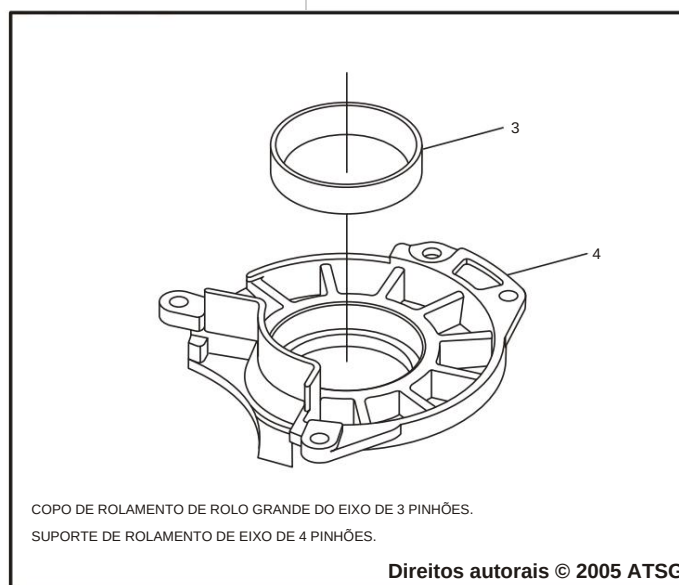

Figura 66
4. Pressione a nova capa do rolamento grande do eixo do pinhão no suporte do rolamento, conforme mostrado na Figura 66, usando adaptadores adequados e prensa hidráulica.